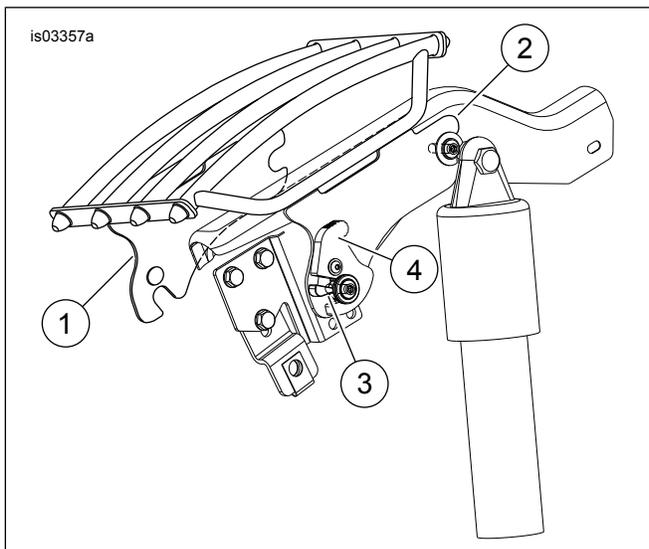
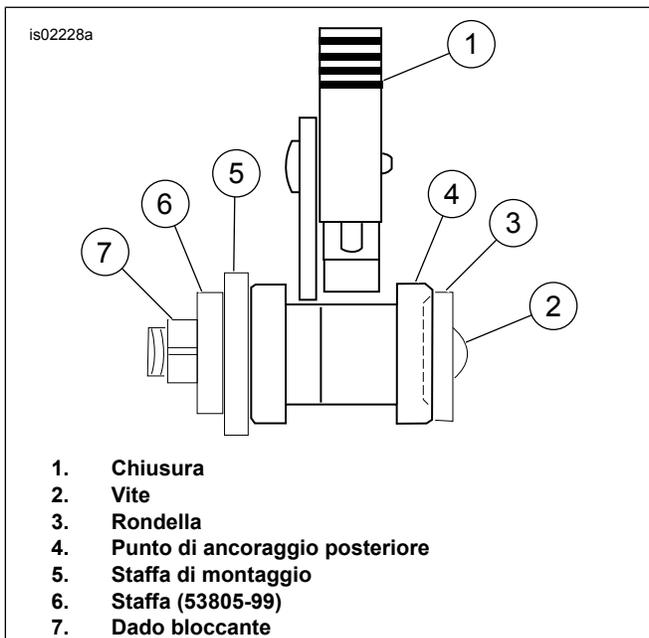

Figura 5. Portabagagli per sella Solo installato e relativa bulloneria
Figura 6. Allineamento della chiusura del punto di ancoraggio posteriore
3. Vedere Figura 5 e Figura 6. Posizionare le chiusure sui punti di ancoraggio posteriori. Controllare che le chiusure si inseriscano nel collo dei punti di ancoraggio posteriori, come illustrato. Può essere necessario stringere o allargare leggermente le piastre laterali.
5. Vedere Figura 5. Per rimuovere le piastre laterali, premere il pulsante di sgancio su ciascun lato. Tirare indietro le leve di chiusura. Sollevare con cautela la parte posteriore delle piastre laterali. Staccare le piastre laterali dai punti di ancoraggio anteriori.